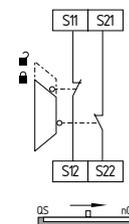

Fig. 16
**Circuito de monitorización de un resguardo de seguridad de dos canales con dispositivo de enclavamiento según EN ISO 14119 (véase fig. 16)**